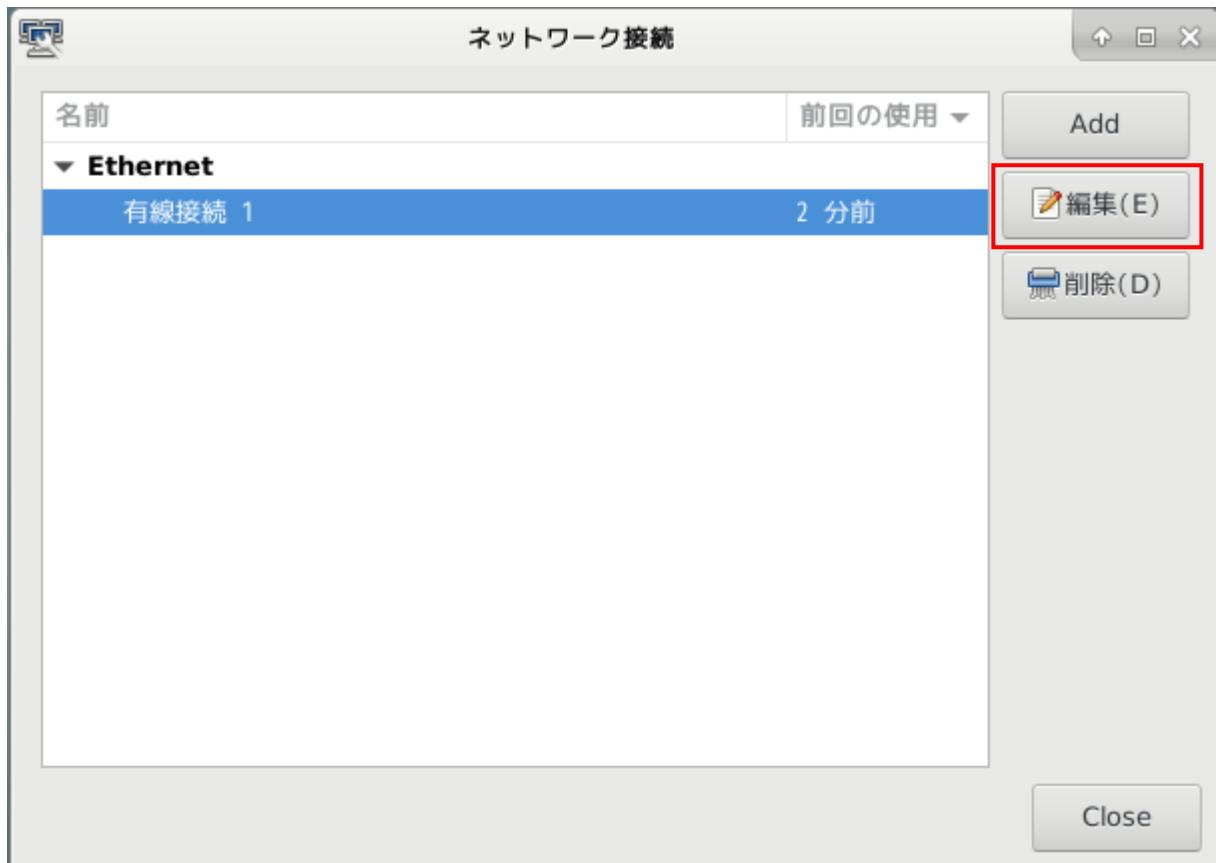

図2-4-2. ネットワーク設定画面
- ② 図2-4-2のようなネットワーク設定画面が起動します。認識しているLANの一覧が表示されています。